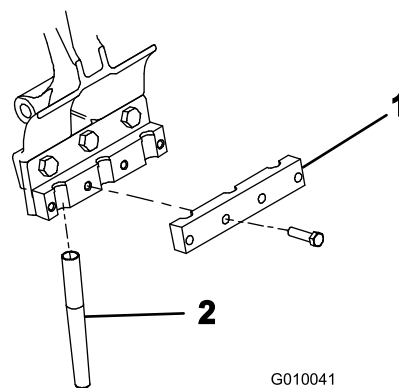

Figura 24
4. Instale, sem apertar, uma barra de fixação a cada suporte de dente com 4 parafusos (3/8 x 1-1/2 pol.) (Figura 24). Não aperte os parafusos.